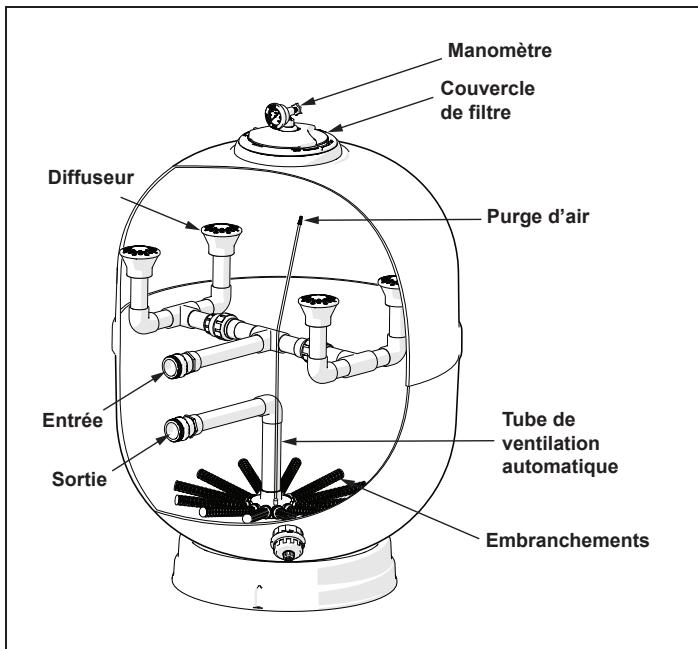

Figure 6. Décharge d'air automatique
- Vérifier que le tuyau de ventilation est correctement positionné dans le réservoir. Voir la figure 6.